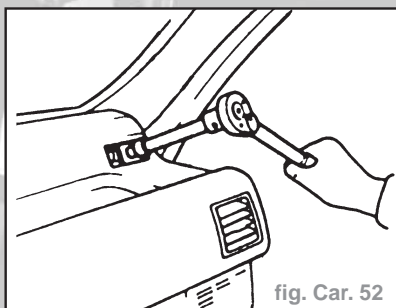

fig. Car. 52
- la planche de bord au revêtement supérieur du tableau de bord - 3 écrous (fig. Car. 52).